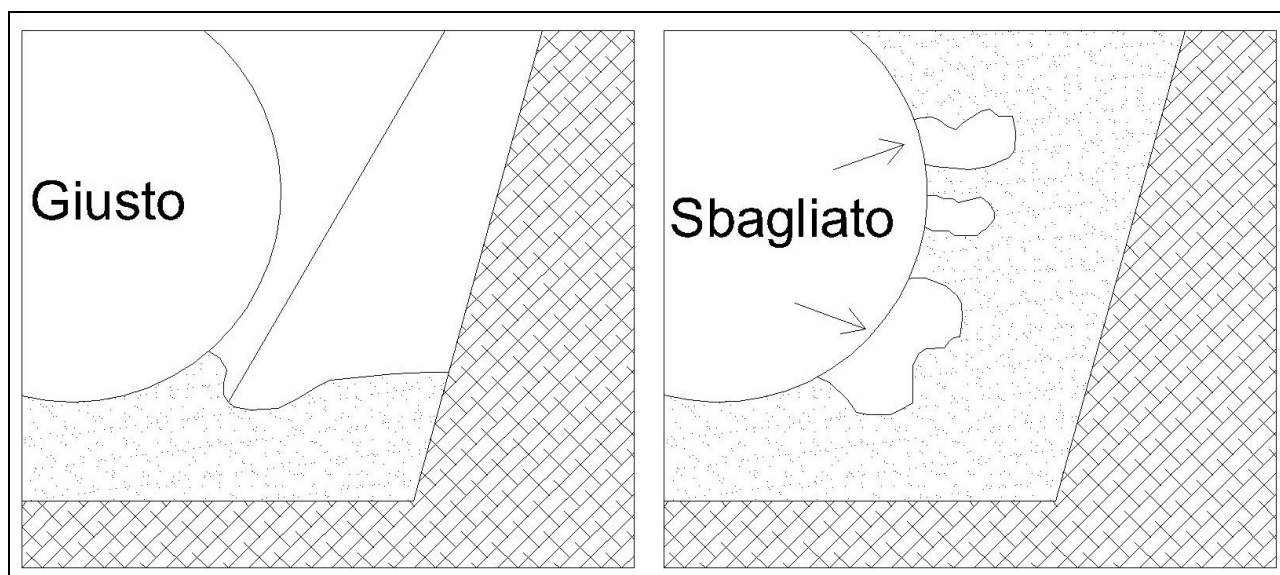

Figura 11
- Usare materiale per riempimento approvato (fare riferimento al paragrafo "Letto e Riempimento") evitando vuoti al disotto del serbatoio (figura 11).